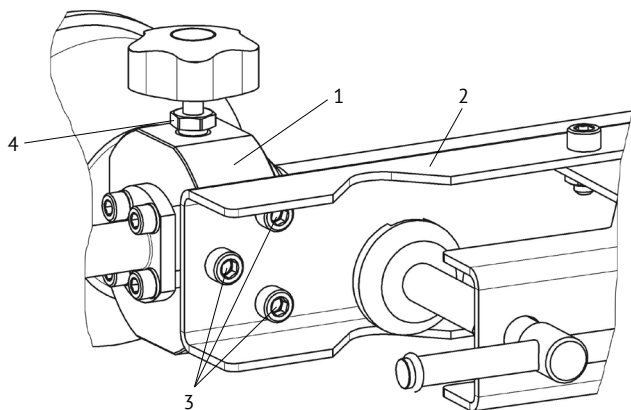

Рис. 2. Вид снизу
6.2 Присоедините *струбцину 2* (Рис. 2) к корпусу 1 тремя винтами 3.
7.13 Для компактной переноски пресса выверните ручки *штурвала 6*. Отсоедините *струбцину 2* (Рис. 2) от корпуса *пресса 1*, вывернув *винты 3*.